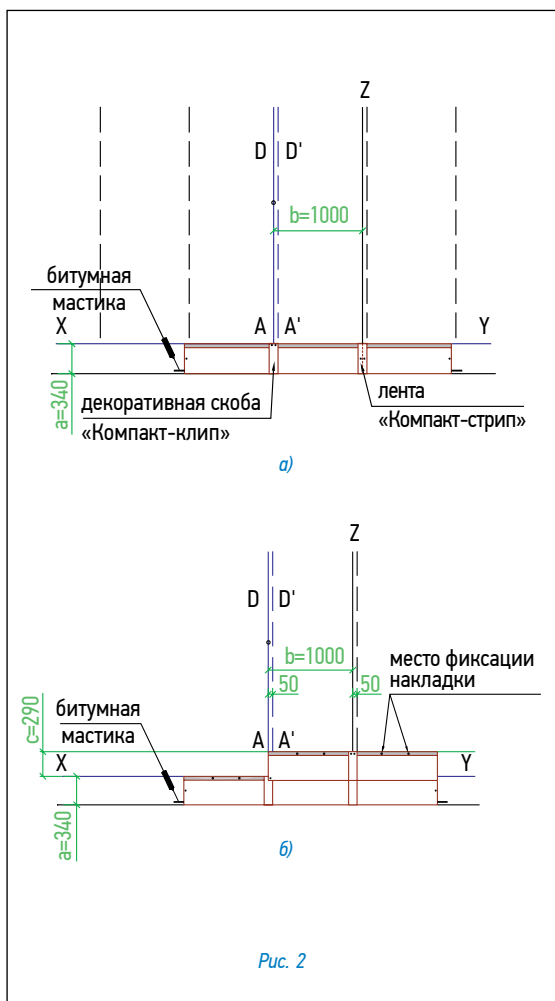

Рис. 2
Укладка материала (рис. 2)
- листы второго ряда черепицы укладываются от линии AD, их нижний край выравнивается по линии, параллельной XY; каждый лист фиксируется двумя гвоздями в 2,5 см от нижней стороны; стыки закрываются декоративными скобами «Компакт-клип», которые также фиксируются двумя гвоздями (рис. 2б);